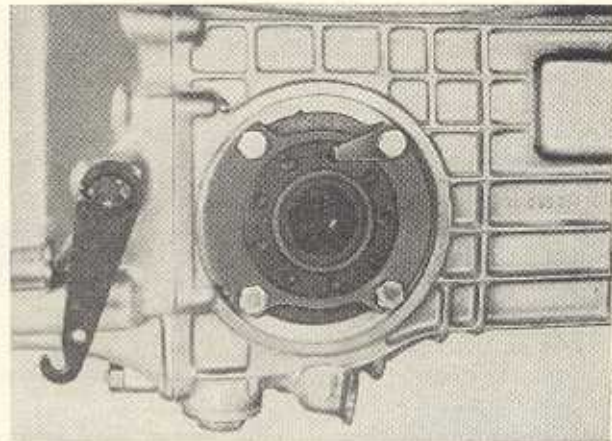

Bild G 77. Sichern der Einstellmuttern
5. In die Löcher der Einstellmutter rechts und links Sicherungsbleche einsetzen und am Flanschlager mit je einer Sechskantschraube unter Beilegen einer Federscheibe festziehen (Bild G 77).